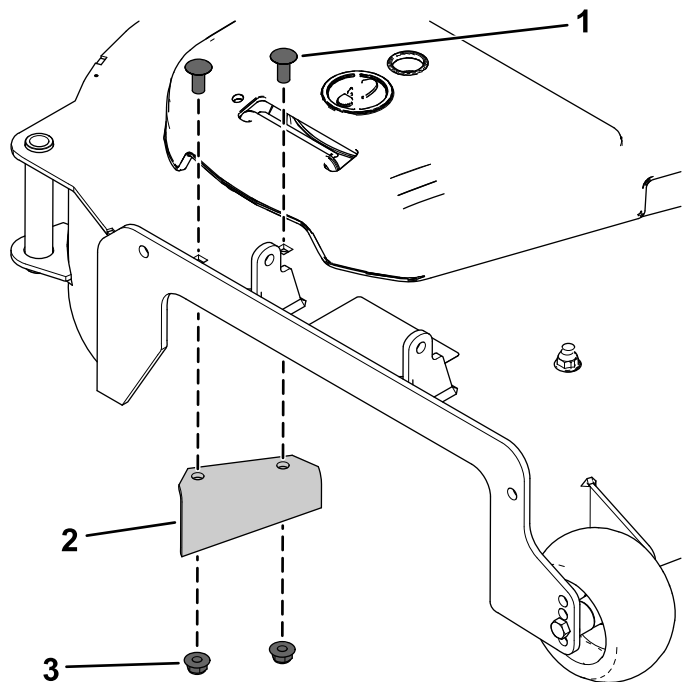

Bild 2
- Entfernen Sie das vorhandene Auswurfablenkblech, die beiden Schlossschrauben und die beiden Sicherungsmuttern (Bild 2).